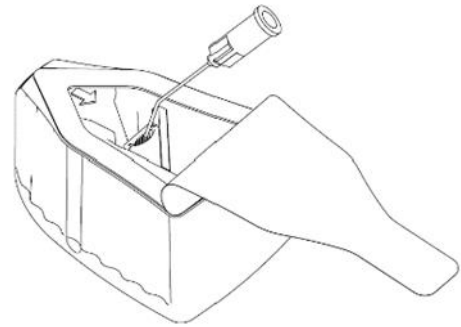

Fig 1.
3. Deschideți recipientul LIO și injectați material viscoelastic în suportul lentilei în timp ce suportul se află încă în recipient. Nu introduceți canula în suportul lentilei pentru a evita orice deteriorare a LIO așa cum apare în Fig. 1